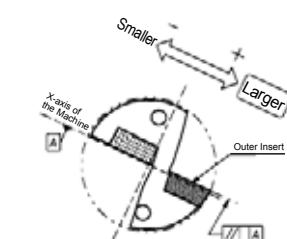

Fig. 2 Outer Insert Facing Up
- In case of making the hole diameter larger, slide the tool along the X-axis toward the outer insert side. (Fig. 2, Fig. 3) For making the hole diameter smaller, slide the tool along the X-axis in the opposite direction. (This movement of the axis is called "Offset"). However, be sure not to make the hole diameter smaller than the drill diameter by 0.2mm or more. Otherwise, the toolholder will interfere with the drilled hole. (Fig. 4) e.g.) in case of using ø20 drill, the hole diameter must not be smaller than 19.8mm.
- En cas d'agrandissement du diamètre de perçage, glissez l'outil le long de l'axe X dans la direction de la plaquette extérieure. (Figures 2 et 3). Pour réduire le diamètre de perçage, glissez l'outil le long de l'axe X dans la direction opposée. (Ce mouvement d'axe est appelé «déport») Il est toutefois nécessaire de réduire le diamètre de perçage de 0,2 mm ou plus par rapport au diamètre du foret. Sinon, le porte-plaquette risque d'interférer avec le perçage (Figure 4).